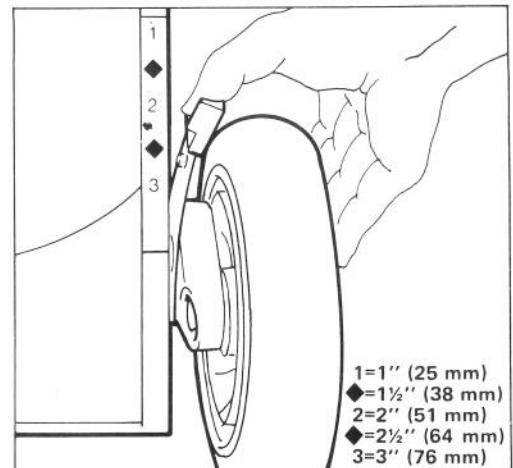

Bild 14
2. Zur leichteren Einstellung das Mähgehäuse anheben, damit das Rad mehr am Boden ist. Schnitthöhen-Einstellhebel zum Rad hin drücken und auf die gewünschte Schnitthöhe einstellen (Bild 14). Sicherstellen, daß der Stift des Einstellhebels in die Nute am Gehäuse einraset. Alle Räder auf die gleiche Höhe einstellen.